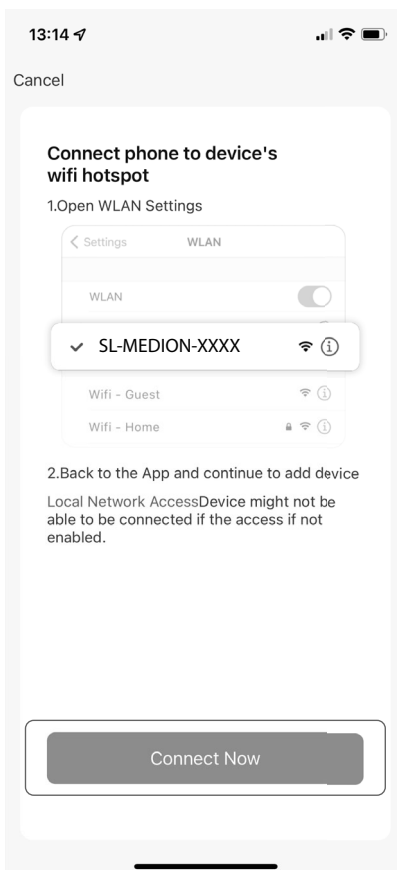

Fig. 8
- ▶ Haga clic en la indicación de abajo en **CONECTAR AHORA** (**fig. 8**).